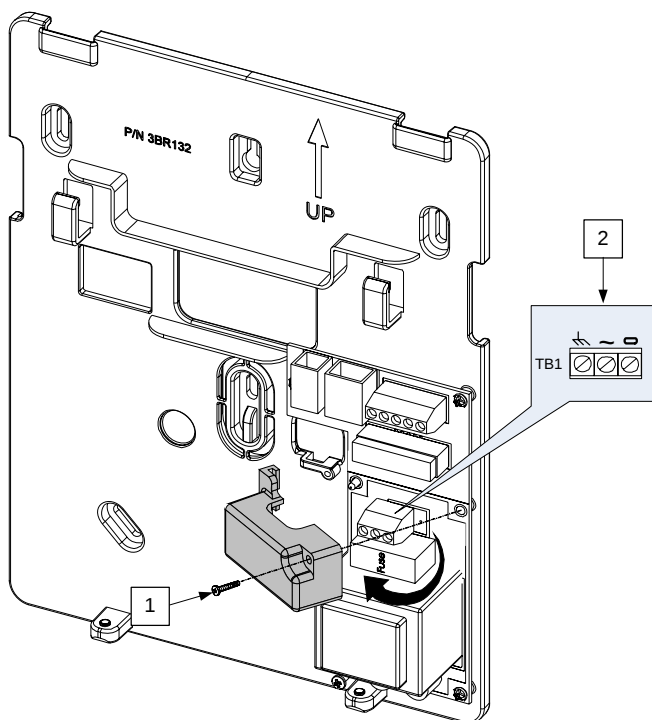

Figure 6 : Raccordement des câbles d'alimentation CA
1. Retirez le couvercle de l'unité d'alimentation électrique (1, Figure 6).
2. Connectez le câble d'alimentation (sécuritairement approuvé, SVT, 18AWG, 0,75mm²) à la borne d'alimentation située sur l'unité d'alimentation électrique (TB1) (2, Figure 6).